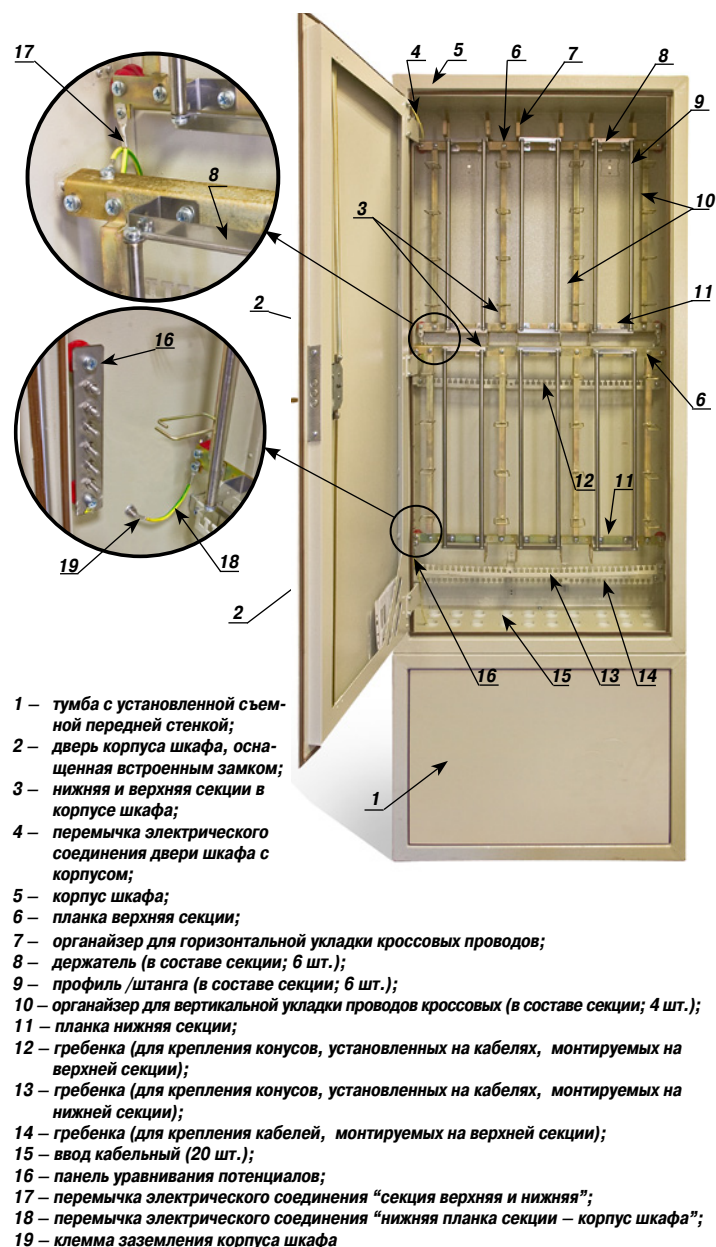

Рисунок 1
– для шкафа ШРП-В/600 гребенка: Введение, *рисунок 1*, поз. 13;
– для ШРП-В/1200 гребенка: Введение, *рисунок 1*, поз. 12.